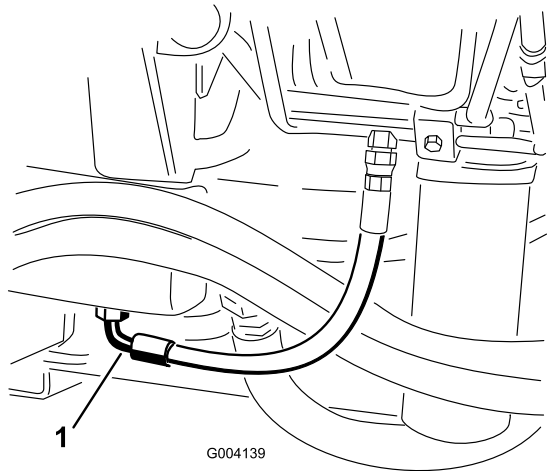

図 65
2. タンク図 65の下についているフィッティングの下に、オイルを受ける大型の容器を置く。